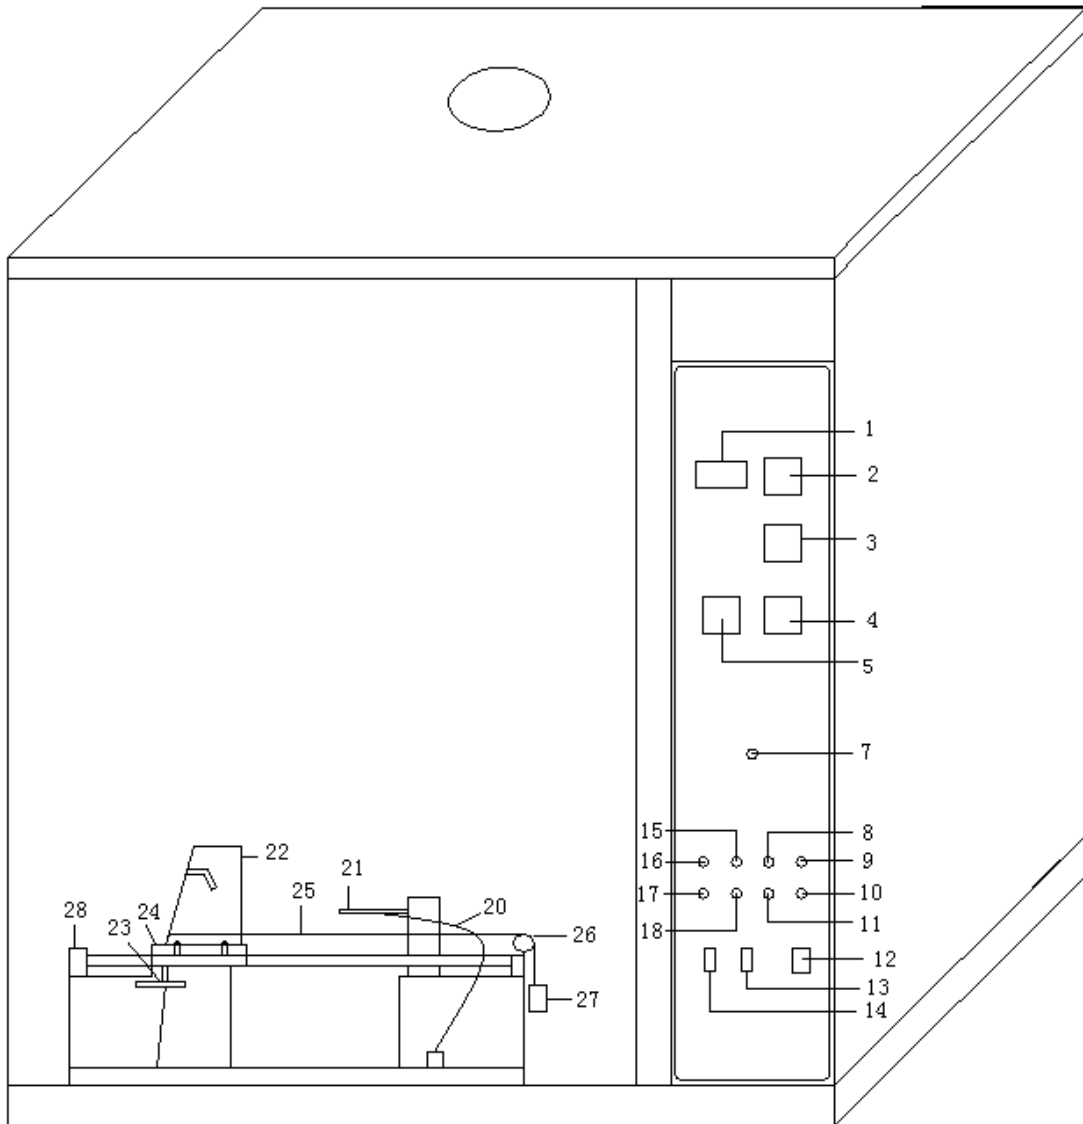

图 1
面板功能及内部主要元件功能分布图如图 1 所示：
- 1、重锤安装: 将穿有金属铜丝重锤悬挂在滑轮右边之下, 然后带有小螺母的金属铜丝左端卡入小车下方的切口处。见图 1 所示。